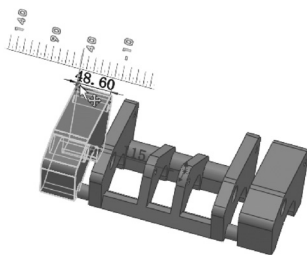
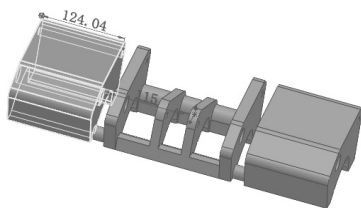

图 8-35 标尺
图 8-36 修改后的草图
3) 拖动直径为 80 的控标，屏幕出现标尺，如图 8-35 所示。使用屏幕上的标尺可以精确地修改草图，修改后的草图如图 8-36 所示。